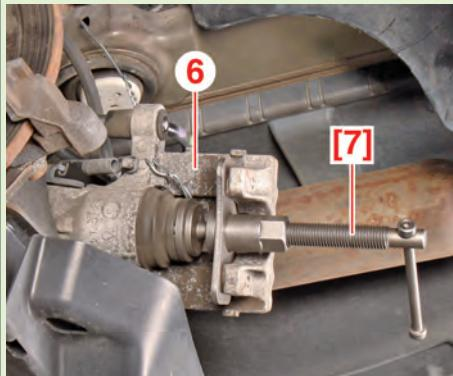

Fig.10
- Repousser doucement et complètement le piston de l'étrier de frein (6) à l'aide d'un repousse piston [7] (Fig.10) :